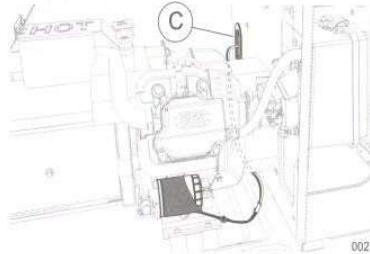

Рисунок 4. Прокладывание проводов обогревателя (9 кВт)
- Вставьте разъем в одно из гнезд Y-образного жгута (B).
- См. Рисунок 4. Протяните подводящие провода и пустое гнездо Y-образного жгута под двигателем и через изолирующую втулку (C) в разделительной панели двигателя.